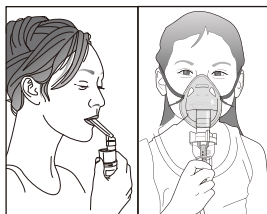

Figura 7
7. Introduzca la boquilla en la boca o coloque la mascarilla sobre la nariz y la boca (véase la figura 7).